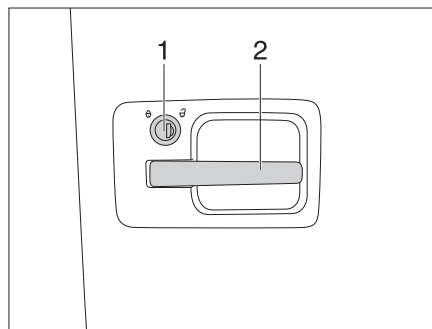
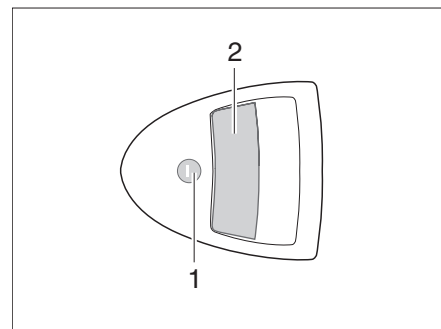

Bild 20 Türschloss, außen
Bild 21 Türschloss, außen
- Schlüssel in Schließzylinder (Bild 20,1 / Bild 21,1) stecken und im Uhrzeigersinn drehen, bis das Türschloss entriegelt ist.
- Am Türgriff (Bild 20,2 / Bild 21,2) ziehen. Die Tür ist geöffnet.
- Schlüssel in Schließzylinder (Bild 20,1 / Bild 21,1) stecken und entgegen dem Uhrzeigersinn drehen, bis das Türschloss verriegelt ist.